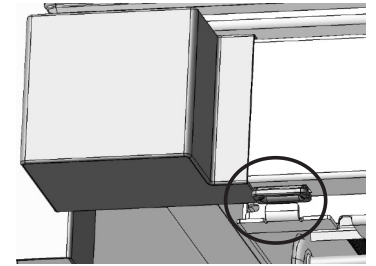
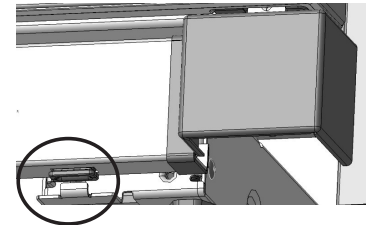

Fig. 18
Fig. 19
- b. Coloque con cuidado el zócalo sobre las 2 ranuras del conjunto nivelador. La primera ranura del conjunto nivelador está marcada con un círculo en la Fig. 18, y la segunda ranura del conjunto nivelador está marcada con un círculo en la Fig. 19.